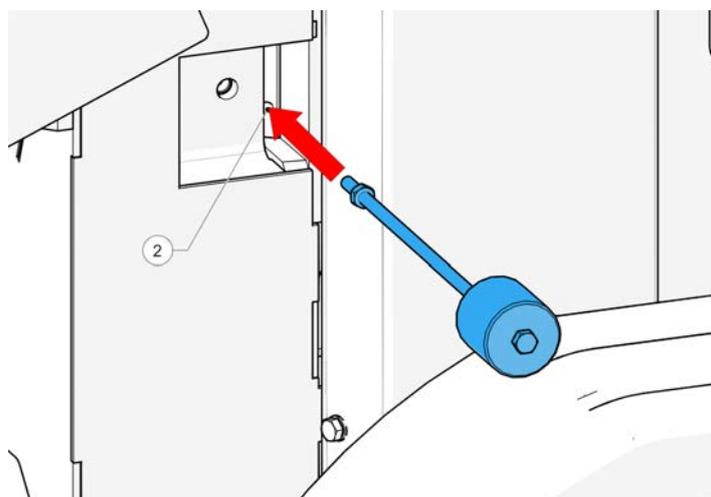

Figure 62 - Marteau inertie
8. Insérez un marteau à inertie approprié dans le trou M8 (2, Figure 62).